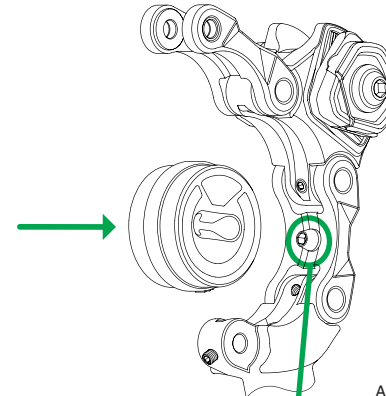
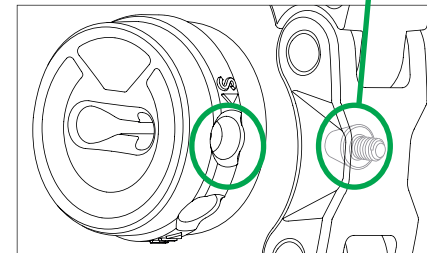

Abb. 10.2.1
Abb. 10.2.2
1. Wählen Sie die Charakteristik des Elastomer Dämpferelements die Sie wünschen oder bevorzugen, "S" (Soft) für weicher ansprechende Charakteristik und "H" (Hart) für härter ansprechende Charakteristik und positionieren das Elastomer - Dämpferelement entsprechend im Justierungsdorn des vorderen Federarms. (s. Abb. 10.2.1 und Abb. 10.2.2).